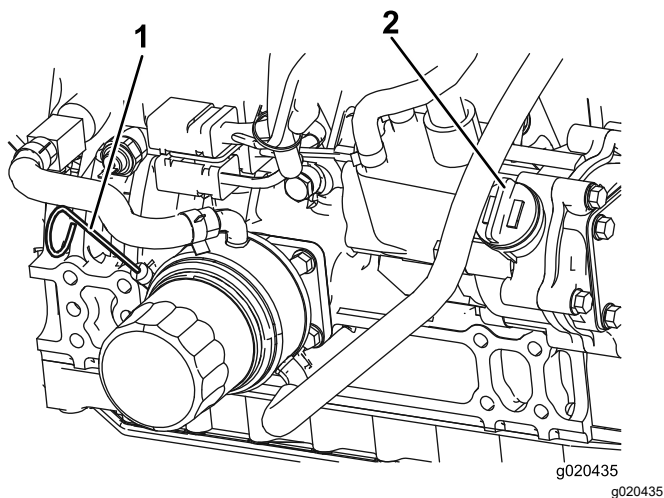

Figura 90
El nivel de aceite debe estar en el intervalo seguro (Figura 90).
4. Si el nivel de aceite está por debajo del intervalo seguro, retire el tapón de llenado (Figura 90) y añada aceite hasta que el nivel llegue a la marca Full (lleno).